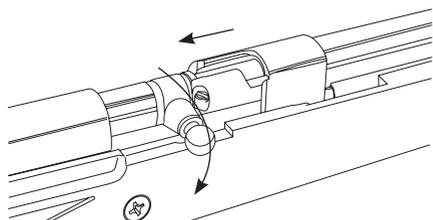

Fig. 11
- Retirer la tige de la chambre et la tourner dans le sens des aiguilles d'une montre, en position de tir, jusqu'à ce que celle-ci s'enclenche dans cette position. (Fig. 11)